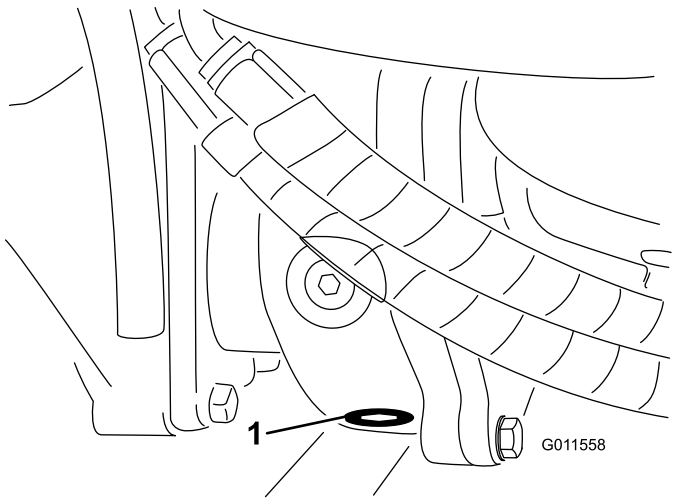

Bild 94
5. Reinigen Sie den Bereich um die Ablassschraube an der Unterseite des Getriebes (Bild 94).